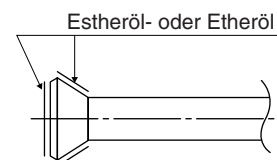

Abb. 7
- Bestreichen Sie die zu bördelnden Bereiche vor dem Ausführen der Bördelverbindungen mit Ether- oder Esteröl. (Siehe Abb. 7)
- Beschichten Sie beim Anschließen der Bördelmutter den zu bördelnden Bereich (sowohl innen als auch außen) mit Esther- oder Etheröl, drehen Sie die Mutter zunächst drei- oder viermal herum, und schrauben Sie diese dann ein. (Siehe Abb. 7)